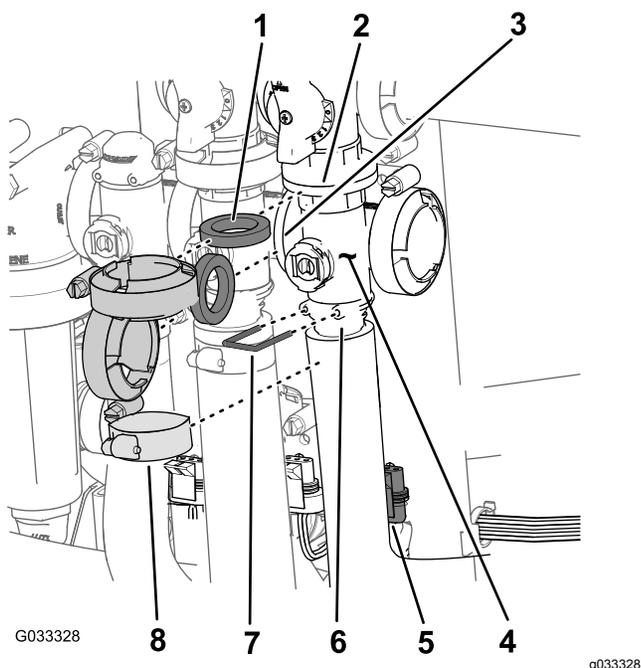

Figura 66
1. Togliete i morsetti e le guarnizioni che fissano il collettore della valvola principale delle barre (Figura 66) alla valvola di bypass principale delle barre, valvola dell'agitatore e valvola del collettore principale delle barre (all'estremità del flessibile del flussometro).
2. Rimuovete il fermo che fissa il raccordo di uscita al collettore per la valvola principale delle barre (Figura 66).